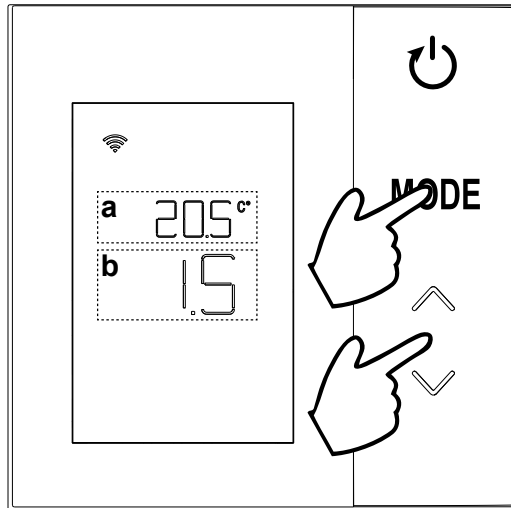

fig. 30
1. il valore della correzione (**b** “fig. 30”), modificabile con i tasti  ;
2. La temperatura misurata (**a** “fig. 30”) a cui è applicata la correzione “**b**” impostata.